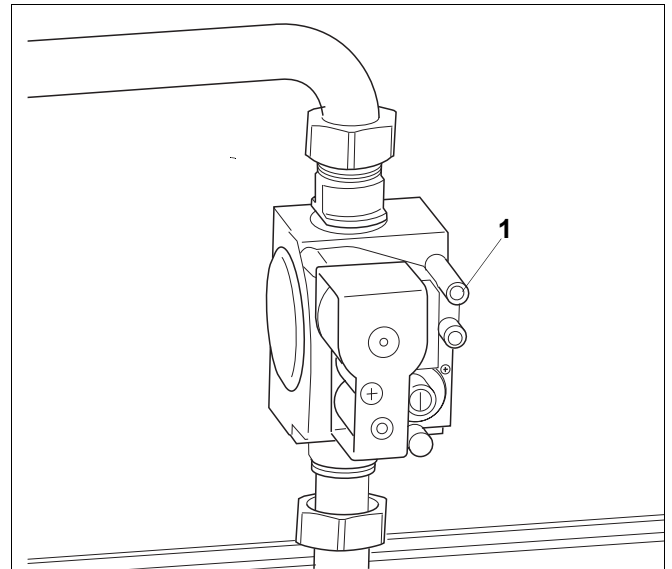

Fig. 27 Armatură de gaz "SIT" 840 Sigma
- Rotiți de 2 ori șurubul niplului de verificare pentru presiunea racordului și pentru aerisire (Fig. 27, **Poz. 1**) de la armatura de gaz.
- Șurubul de fixare al niplului de verificare pentru presiunea de gaz și aerisire se înșurubează (Fig. 27, **Poz. 1**) cu grijă.